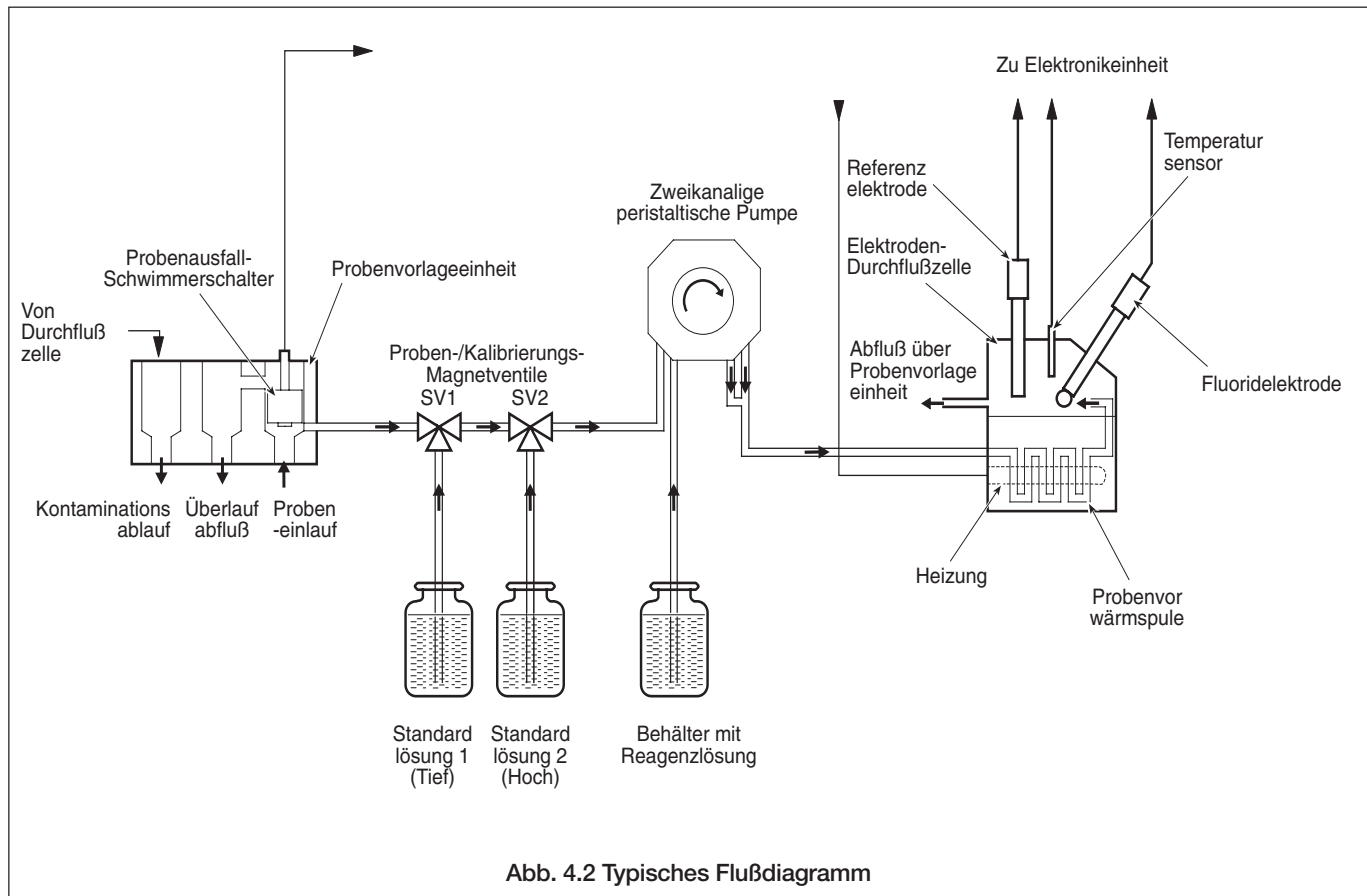

Abb. 4.2 Typisches Flußdiagramm
4.2 Allgemeiner Betrieb – Abb. 4.2